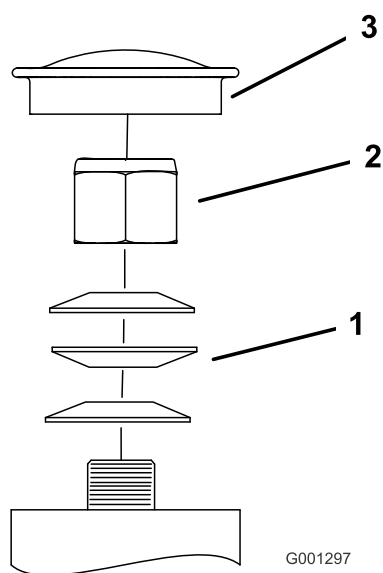

Figura 57
- Togliete lo scodellino parapolvere dalla ruota orientabile e serrate il dado di bloccaggio (Figura 57).
- Serrate il dado di bloccaggio finché le rondelle elastiche non sono piatte, quindi allentate di un quarto di giro per mettere a punto il precarico sui cuscinetti (Figura 57).
Importante: Verificate che le rondelle elastiche siano correttamente montate, come riportato nella Figura 57.
- Montate gli scodellini antipolvere (Figura 57).